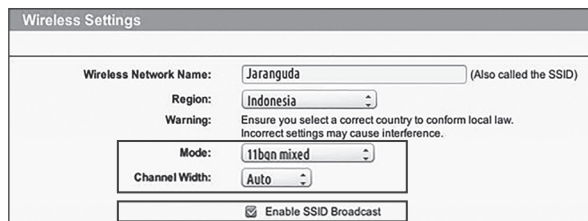

Fig. 1
2. Se till att din routers läge 802.11 för trådlösa inställningar använder blandad b/g/b (Se Fig. 1)
Auto eller 20M eller 20M med blandad 40M. (Se Fig. 1)
4. Se till att SSID-sändning är aktiverad på din router när du ansluter apparaten till appen. Du kan sedan avaktivera den efter att anslutningen har upprättats. (Se Fig. 1)